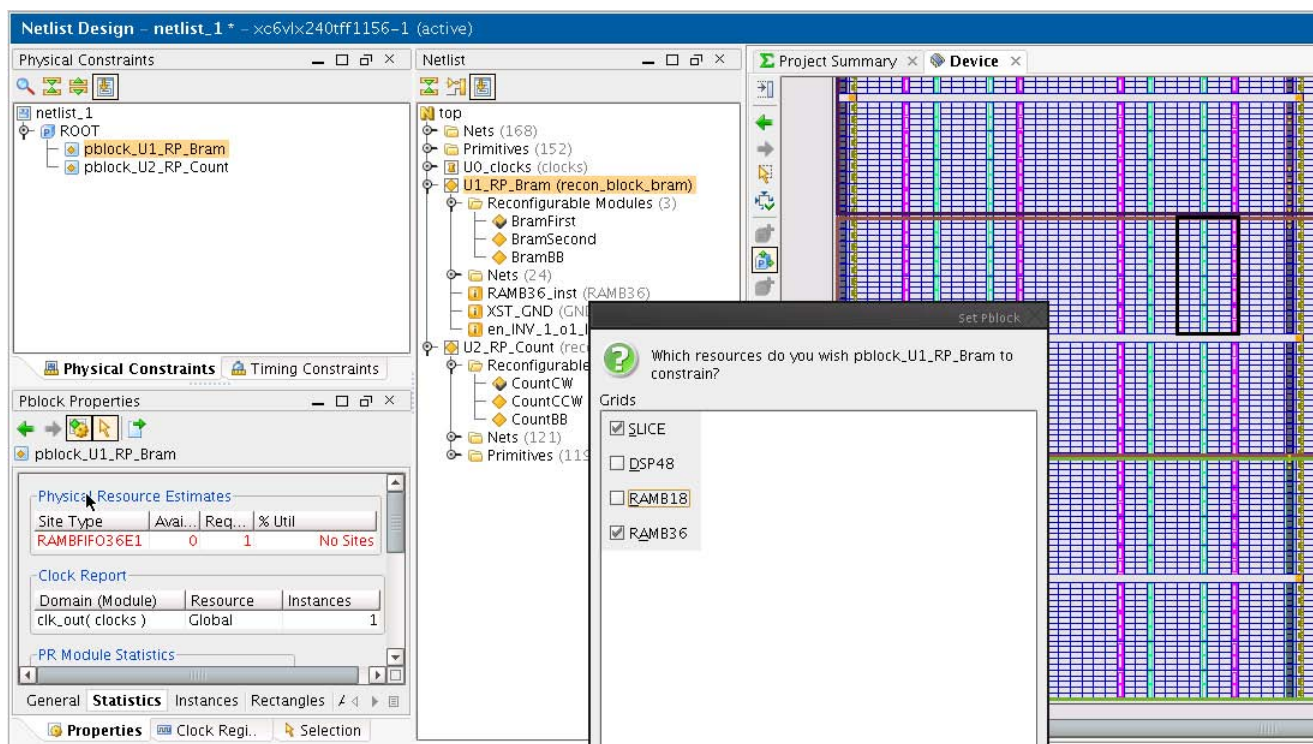

図 12 : Pblock リソース (pblock_U1_RP_Bram) の設定
7. 長方形を描画したら、図 12 のように [SLICE] と [RAMB36] をオンにします。